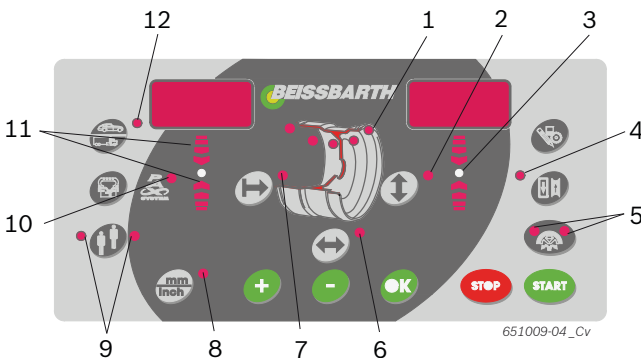

Fig. 4: LEDs no painel de comando/campo de indicação
➔ Através dos LEDs (fig. 4, pos. 1) são indicadas as posições dos níveis de balanceamento para cada programa de balanceamento.
ⓘ Se estiver selecionado um programa de balanceamento PAX, acende-se adicionalmente o LED Pax (fig. 4, pos. 10).
2. Selecione a distância da roda determinada através da respectiva tecla <-> ou <+> (fig. 4, pos. 7).
4. Selecione a largura da roda determinada através da respectiva tecla <-> ou <+> (fig. 4, pos. 6).
6. Selecione o diâmetro da largura da roda determinada através da respectiva tecla <-> ou <+> (fig. 4, pos. 2).
- ⇒ Acendem-se os dois LEDs da tecla <SPLIT> (fig. 4, pos. 5).
- ⇒ Assim que seja atingida a posição para a fixação do peso de balanceamento, o LED acende-se (fig. 4, pos. 3). A posição correta é confirmada por um sinal acústico (atrás de um raio).